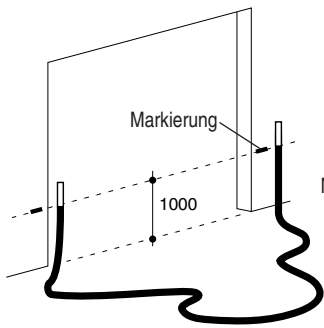

Abb. 2.1.1
- 1 An beiden Pfosten bei ca. 1 Meter genau horizontal zueinander eine Markierung anbringen. Dafür gegebenenfalls einen Wasserschlauch verwenden (siehe Abb. 2.1.1).